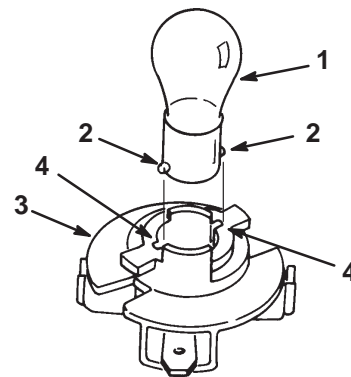

Figure 30
7. Poussez sur l'ampoule pour la tourner à fond vers la gauche (env. 1/4 tour) et retirez-la de l'embase (Fig. 30).
1. Le culot de l'ampoule est muni d'ergots métalliques de part et d'autre. Alignez ces ergots face aux rainures de l'embase et insérez le culot dans la douille de l'embase (Fig. 30). Poussez sur l'ampoule et tournez-la à fond vers la droite.